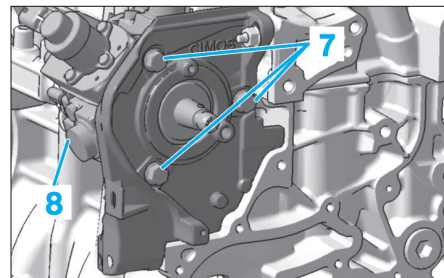

Fig. 26
- les 3 vis de fixation (7) du support avant (6) (Fig.26),